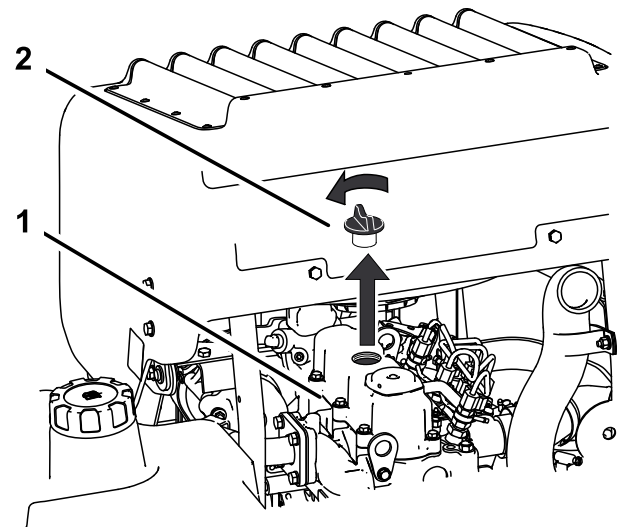

Figura 67
6. Retire el tapón de llenado de aceite de la parte superior del motor (Figura 67).
2. Retire el tapón de llenado y la varilla (Figura 67).